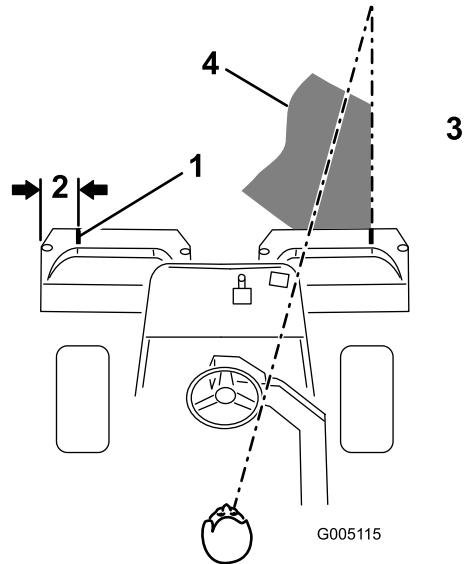

Figura 10
2. Applicate una striscia adesiva bianca, oppure tracciate una linea con della vernice bianca, su ciascun cestello, parallela al bordo esterno del cestello stesso (Figura 10).